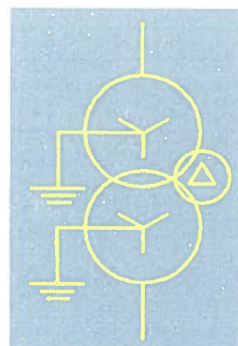

Fig. 7.98
3. Transformatorul este în starea de „**legat la pământ**”. În această situație, transformatorul va fi reprezentat cu culoarea galben indiferent de nivelul de tensiune. Fig. 7.98